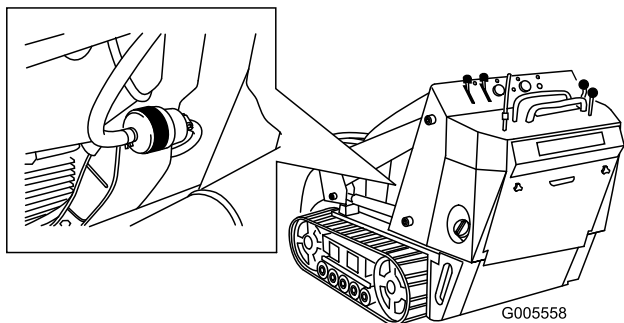

Figura 35
4. Bloccate i tubi del carburante su entrambi i lati del filtro (Figura 35).
5. Premete le estremità delle fascette stringitubo ed allontanatele dal filtro (Figura 35).